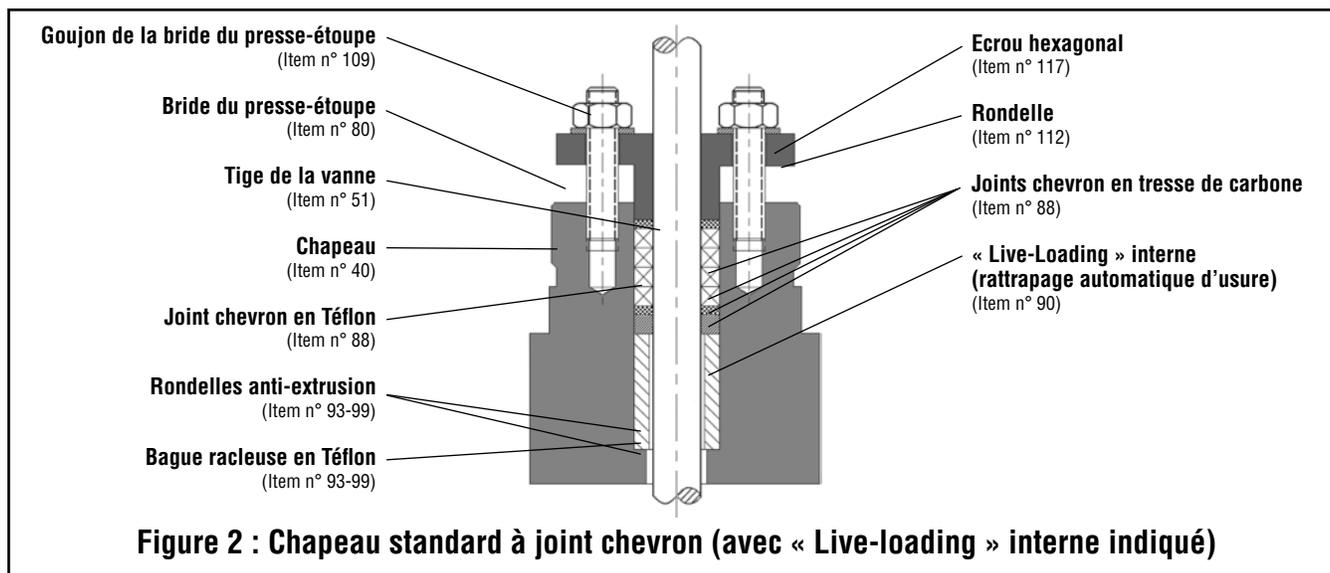

Figure 2 : Chapeau standard à joint chevron (avec « Live-loading » interne indiqué)
1. Retirez l'actionneur, le chapeau (40) et l'obturateur (50) du corps de la vanne (reportez-vous à la procédure décrite dans « Remplacement de l'obturateur », étapes 1 à 5).
2. Remplacez la bague de siège en utilisant un outil spécifiquement approprié (Figure 2). Vous pouvez vous procurer des outils de démontage spécifiques pour bagues de siège auprès de Flowserve, le cas échéant (reportez-vous au Tableau III).